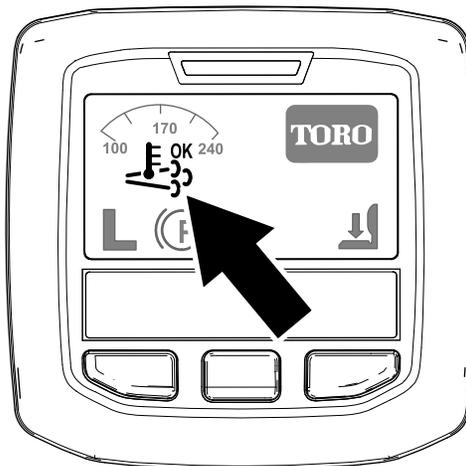

Рисунок 45
- Значок активной регенерации / регенерации со сбросом отображается на дисплее инфо-центра (Рисунок 45).